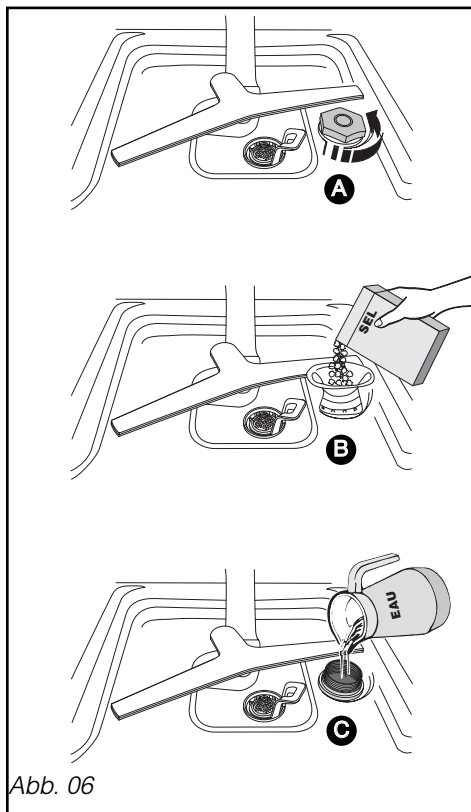

Abb. 06
• Einfüllen von Regeneriersalz (Abb. 06)